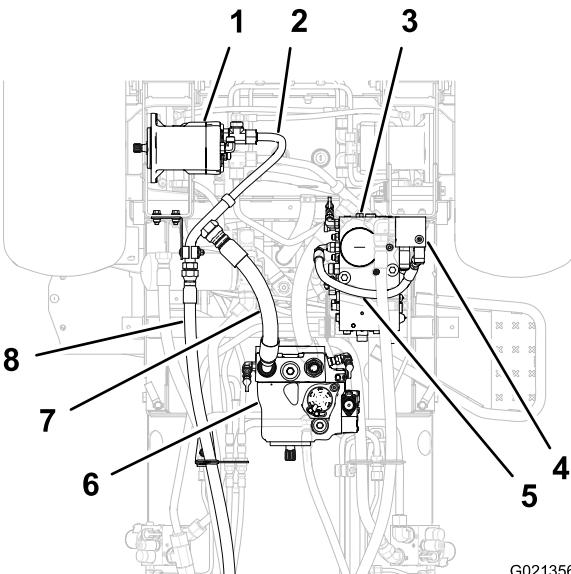

Figure 1
1. Placez un bac de vidange sous l'extrémité avant du flexible de pression hydraulique (Figure 1).